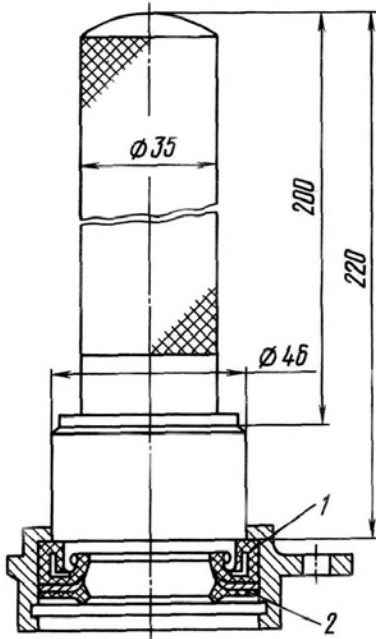

Рис.48. Выпрессовка манжеты из крышки:
6. Снять стопорное кольцо 16 и выпрессовать с помощью оправки (рис.48) из крышки манжету 1 и защитное кольцо 2.